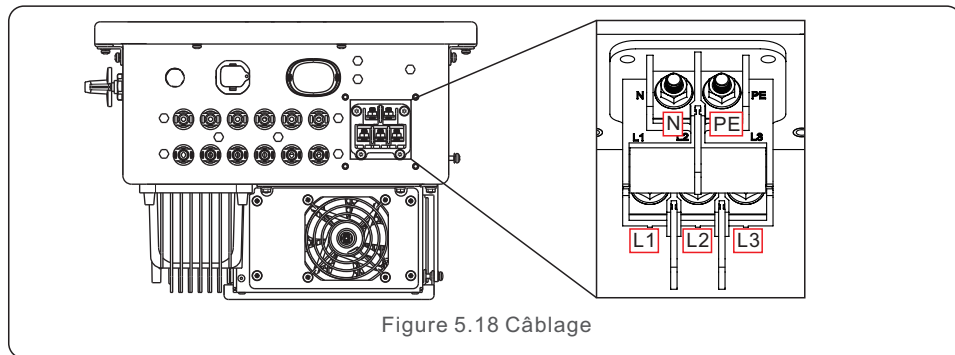

Figure 5.18 Câblage
5. Insérer le câble dans l'écrou, dans la gaine et le cache-bornes CA. Connecter le câble au bornier CA avec une clé à douille. Serrer les vis du bornier. Le couple de serrage est de 3~4Nm (voir figure 5.18).